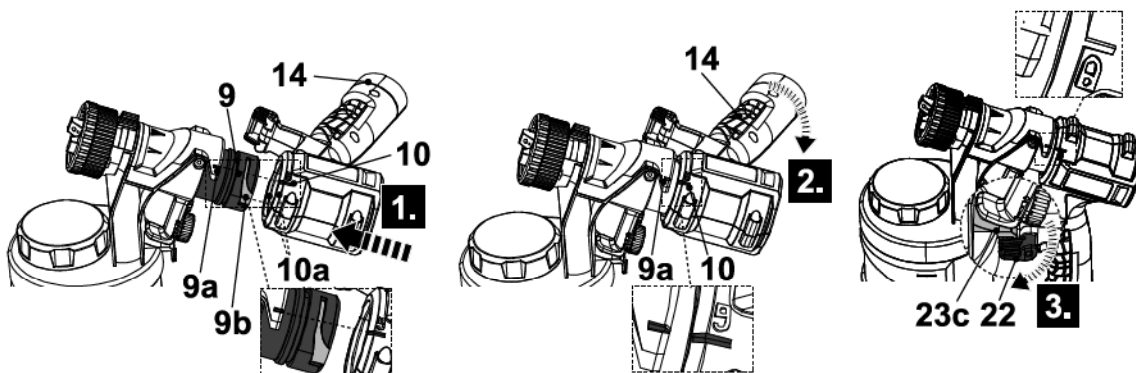

Fig. 5
- > Fije el mango (14) en el punto de fijación del soporte del recipiente de pintura (9) alineando los pins interiores (10a) con las ranuras (9b). Asegúrese de que la marca indicadora (9a) esté alineada con  en el punto de fijación del mango (10) (Fig. 5, paso 1).
- > Gire el mango (14) en el sentido de las agujas del reloj desde la posición horizontal a la posición vertical (Fig. 5, paso 2) hasta que la marca indicadora (9a) esté alineada con  en el punto de fijación del mango (10).
- > Gire el gatillo de cierre (22) hacia delante y hacia arriba hasta que encaje y fíjelo en el gancho de sujeción del recipiente de pintura (27c) (Fig. 5, paso 3).
- > El mango (14) está ahora montado.